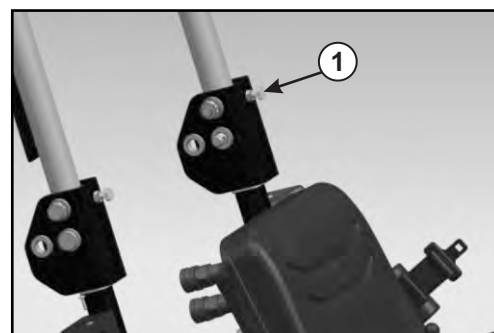

Abb. 4.27c
- Entfernen Sie die Kreuzschlitzschraube M10 (1, Abb. 4.27c) - 2 Nr.